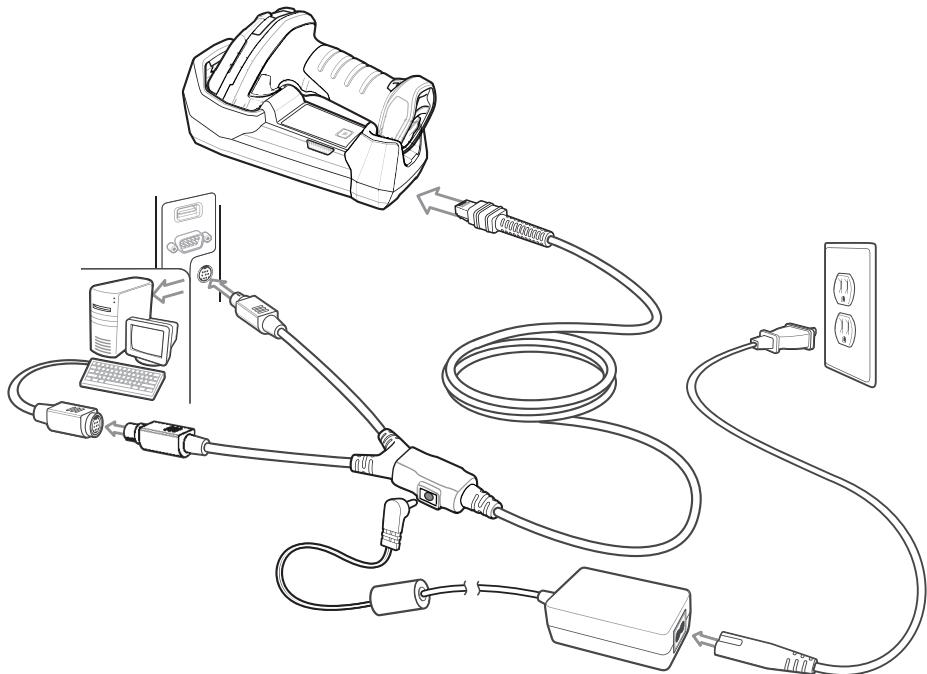

図 11-1 Yケーブルによる DS3678 への キーボード インタフェース 接続
- ✓ **メモ** 必要なインターフェース ケーブルは、設定によって異なります。図 11-1 のイラストに示したコネクタは、あくまでも例です。コネクタはイラストと異なる場合がありますが、クレードルを接続する手順は同じです。